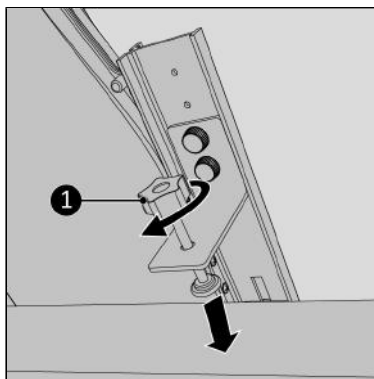

Figure 205.
14. Serrez soigneusement la vis de fixation sur le cadre (Figure 205, pos. 1).